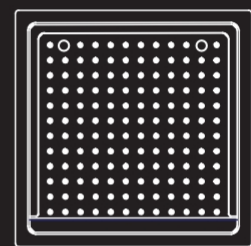

FIG 1
- ✓ Använd alltid en full last glas och placera korgen centralt på Airack (toppen är försänkt för placering - fig 1).